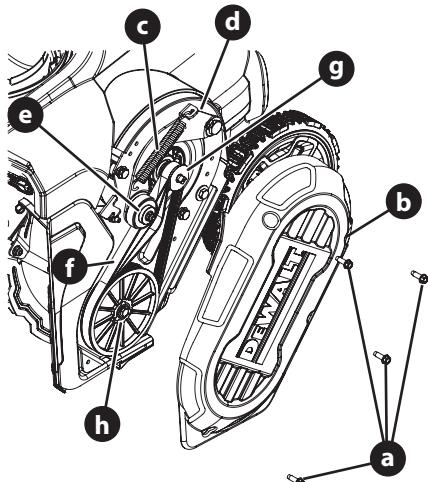

Figure 19
- Retirer les quatre vis à rondelle hexagonale (a) qui retiennent le couvercle de la courroie (b) à la plaque du moteur (Figure 19). Retirez le couvercle de la courroie.